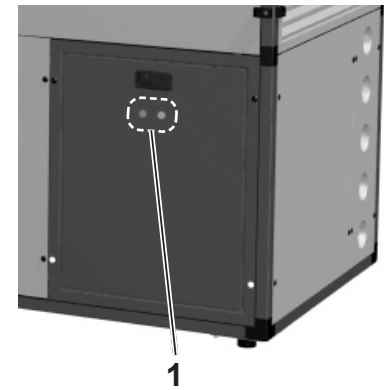

fig. 01
1. È riconoscibile lo sportello dell'armadio elettrico (5.6.1 pagina 17) con spia di segnalazione dei guasti (1, fig. 01).